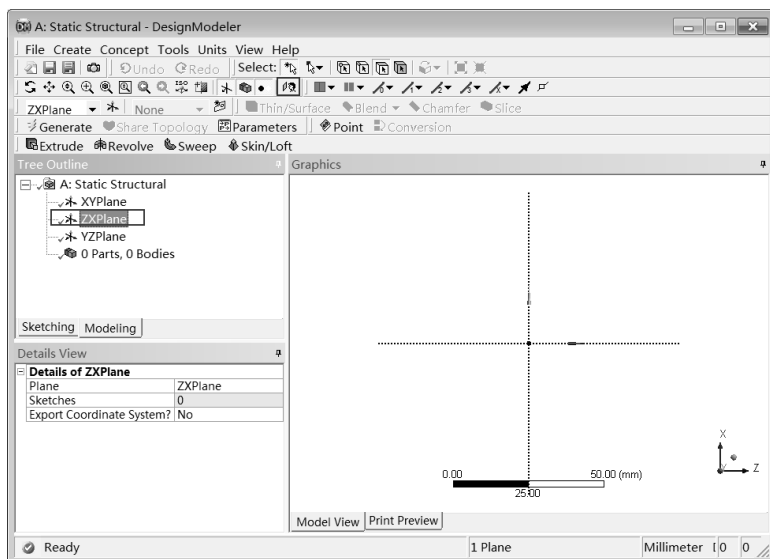

图 14-4 选择绘图平面
Step2：如图 14-4 所示，单击  ZXPlane 命令选择绘图平面，然后再单击  按钮，使得绘图平面与绘图区域平行。